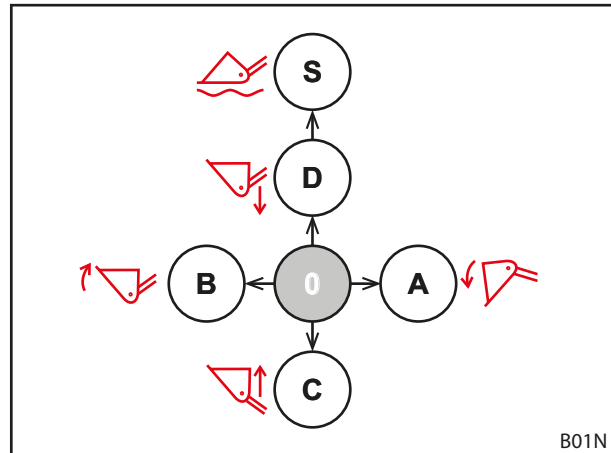
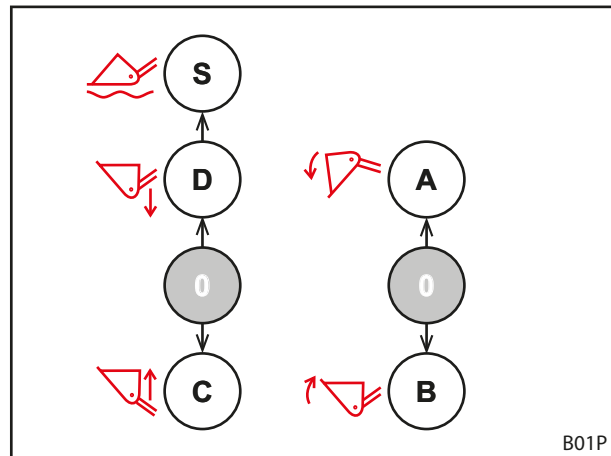

Fig. 62 Beläggning vid en manöverspak
Fig. 63 Beläggning för 2 manöverspakar
Bilderna visar beläggningen för en (1) manöverspak (se Fig. 62) och två (2) manöverspakar (se Fig. 63) sett uppifrån.